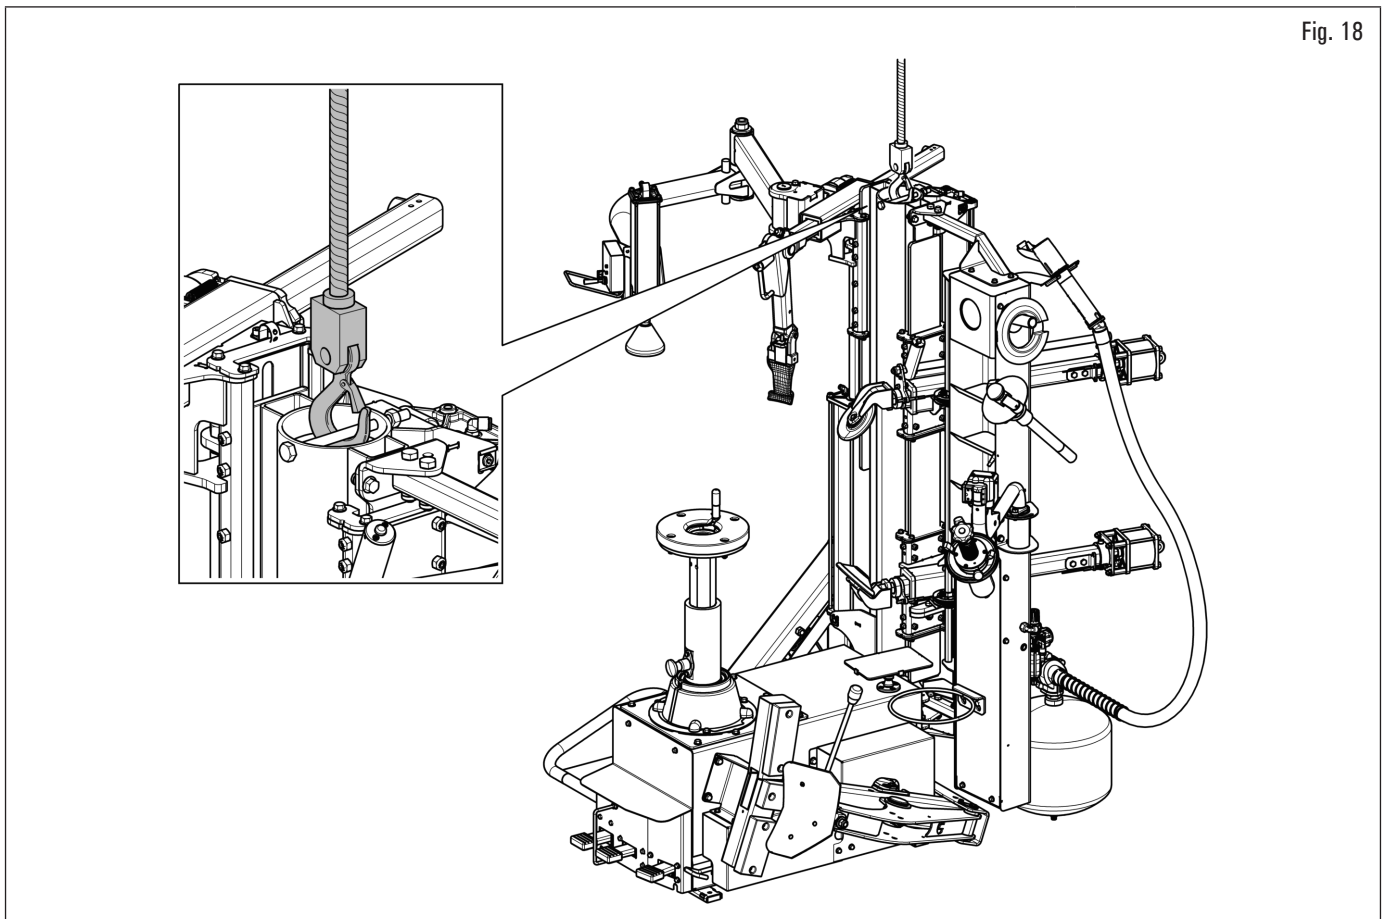

Fig. 18
- Utilisez des courroies d'une capacité supérieure à 2500 kg (5500 lbs), comme indiqué dans la Fig. 18.